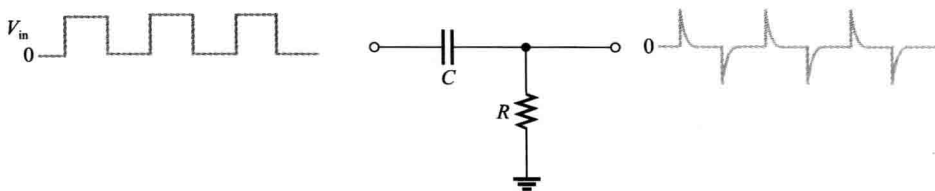

图 15-51 极短时间常数微分器产生正、负尖峰
微分器电路可以用来产生正负极性持续时间很短的脉冲(尖峰),如我们在系统举例 15-2 中所见。当时间常数比输入脉冲宽度短时,微分器在每个输入的正向跳变边沿产生一个正尖峰,而在每个输入的负向跳变边沿产生一个负尖峰,如图 15-51 所示。可以使用二极管去除正或负的触发脉冲。
- 图 15-51 中的微分器必须具有什么特性才能在输出产生持续时间非常短的尖峰?